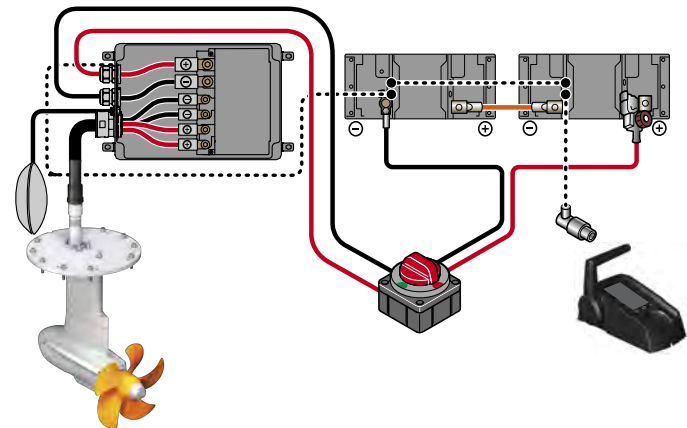

Abb. 18: Schaltplan Power 26-104
2. Schließen Sie die verbleibenden Kabel an die Batterien an, siehe "**Abb. 18: Schaltplan Power 26-104**".